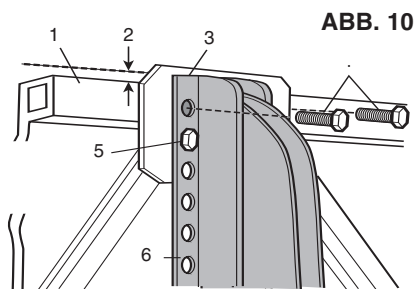

ABB. 10
**Bitte beachten: Der Torarm soll etwa 13 mm über die Toroberkante hinausstehen (Abb. 10 bzw. 11). Sollte das nicht der Fall sein, Lochpositionen mit Hilfe der Schablone überprüfen.**
- Die Löcher (2) in der Schablone so wählen und kennzeichnen, dass die Schrauben die bestmögliche Befestigung am Tor bieten (am besten platzieren Sie die Löcher an der Hauptverstrebung des Tors, vgl. Abb. 10 und 11). **Wenn möglich, zusätzliche Schrauben verwenden.**